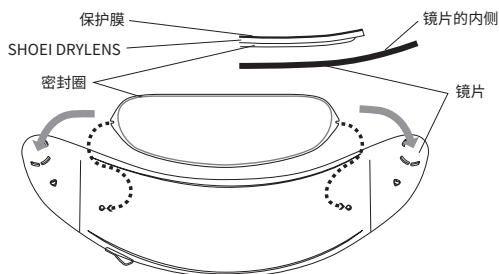

图2
2-1 Montera SHOEI DRYLENS så att förseglingen mellan linsen och visiret är enligt bild 2. Dra före monteringen bort ungefär en tum (ca 2,5 cm) av skyddsfilm från både höger och vänster sida på SHOEI DRYLENS. Rengör visiret invändigt innan du monterar SHOEI DRYLENS. Vidrör inte förseglingssidan på SHOEI DRYLENS.
- 准备SHOEI DRYLENS，剥离保护膜的两端，使密封圈所在面紧贴镜片安装。(图2)